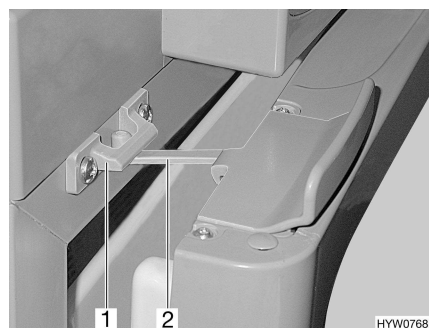

Fig. 95 Porta del frigorifero in posizione di ricircolo d'aria (Thetford)
- Aprire il bloccaggio (Fig. 95,2) e innestarlo nella sede di bloccaggio (Fig. 95,1). In questo modo la porta del frigorifero rimane ferma in posizione socchiusa.